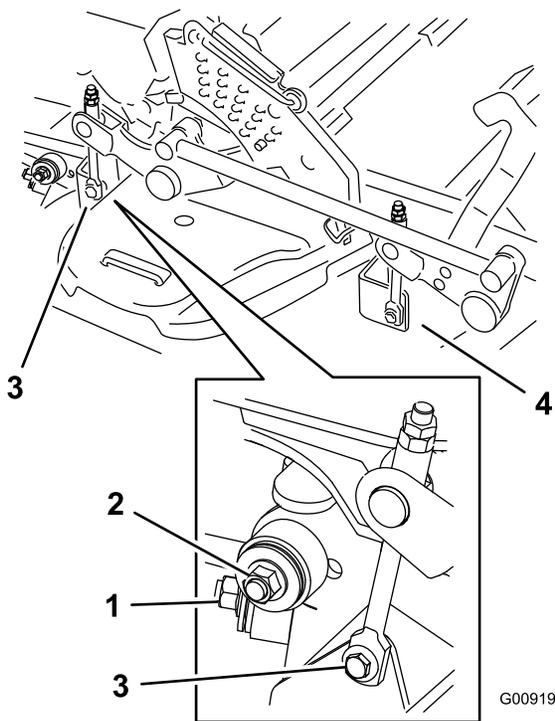

Figura 99
8. Retire y guarde los herrajes de ambos lados de la carcasa, según se muestra en Figura 99.